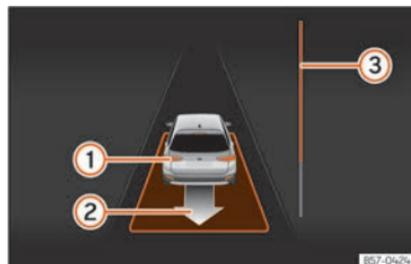

Fig. 200 No ecrã do painel de instrumentos: sair do estacionamento de um lugar em linha.
- Retroceda até soar o sinal contínuo do ParkPilot; **OU**: faça marcha-atrás até aparecer a indicação de fazer marcha à frente no ecrã do painel de instrumentos. A barra de progresso » **Fig. 200** **③** indica a distância a percorrer » **Página 297**.